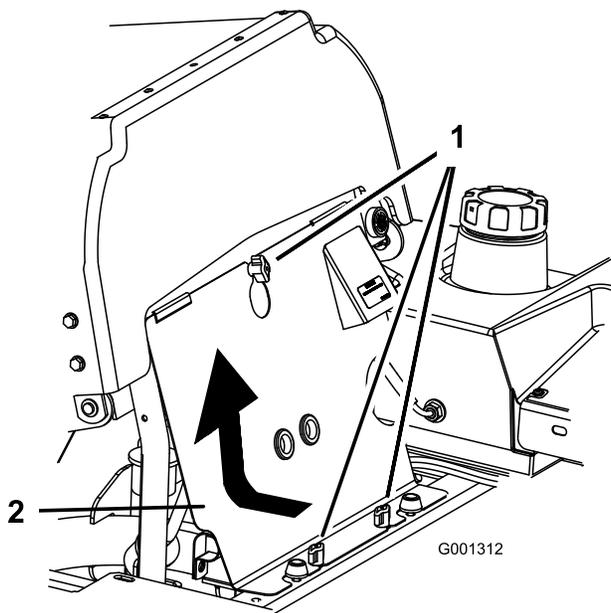

Figura 61
1. Inclinate il sedile in avanti e togliete il pannello anteriore del motore (Figura 61).